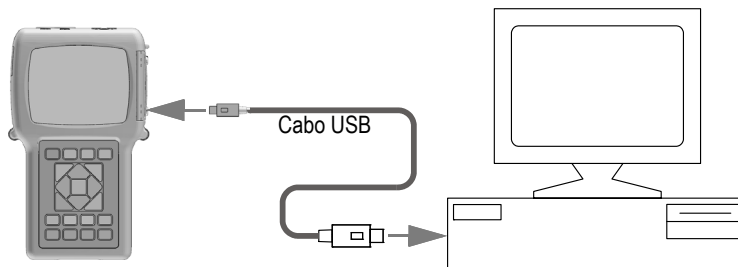

Figura 14-2 Conexão do 39DL PLUS a um computador
9. Conecte uma das extremidades de um cabo USB ao conector do cliente do USB na porta de I/O do 39DL PLUS e a outra extremidade a uma porta USB do computador (consulte Figura 14-2 na página 277).